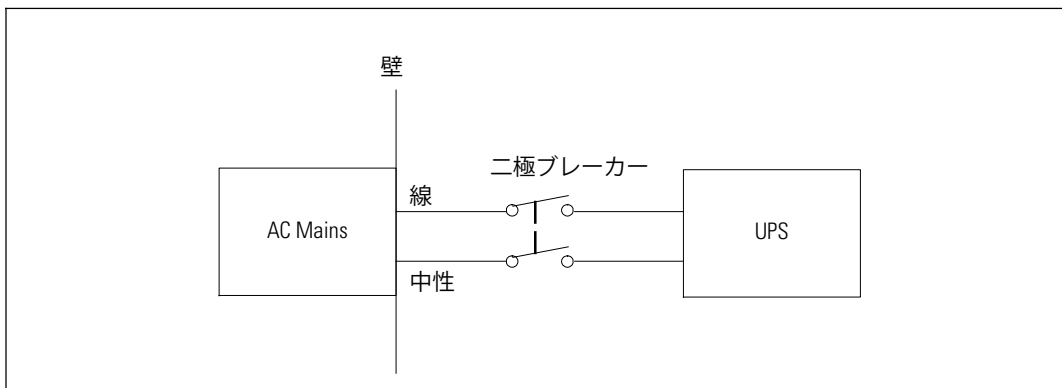

図 20. ブレーカー略図
- 保護装置は、UPS出力および負荷間に、二極切断装置が必要です（図 20を参照）